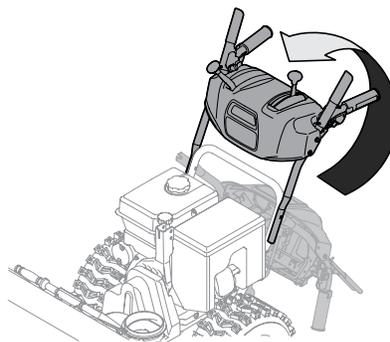

Figure 2-4
- Relevez la partie supérieure de la poignée. Voir Figure 2-4. Enlevez les bandes élastiques, le cas échéant, et jetez-les.